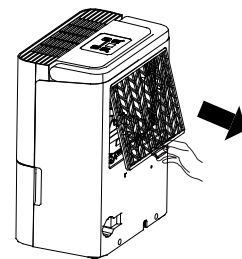

Imagen 10
- Agarre la pestaña del filtro y tire de ella hacia arriba, a continuación tire hacia afuera como se muestra en la Imagen 10.